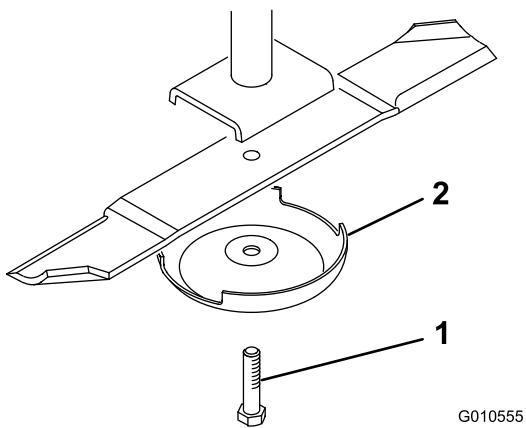

Figura 32
- Fixe a extremidade da lâmina utilizando um pedaço de tecido ou uma luva grossa. Retire o parafuso da lâmina, o recipiente anti-danos e a lâmina do eixo (Figura 32).